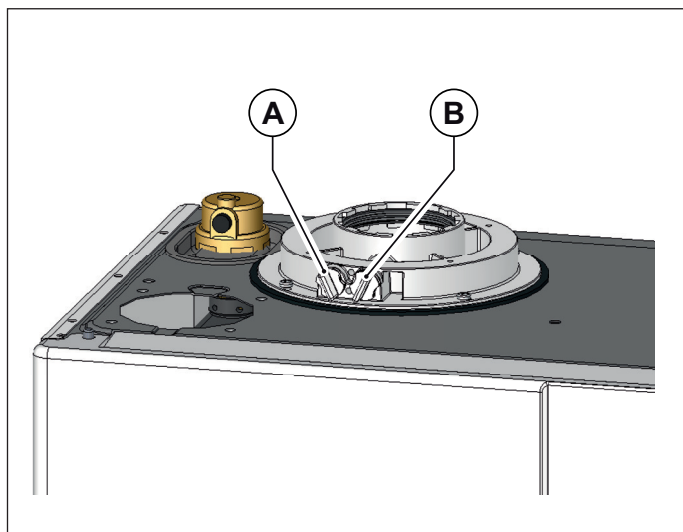
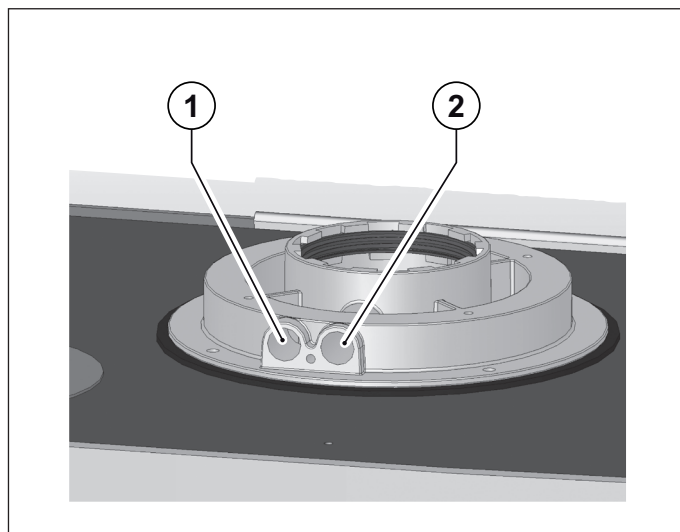

Fig. 20 Poziția bușoanelor
Fig. 21 Poziția orificiilor
Centrala termică este prevăzută cu un turn pentru racordarea conductelor de aspirație aer/evacuare gaze arse (vezi Fig. 20 Poziția bușoanelor și Fig. 21 Poziția orificiilor).
În turn au fost prevăzute orificii pentru accesul direct al aerului de combustie și pentru evacuarea gazelor arse (vezi Fig. 20 Poziția bușoanelor).
Înainte de a efectua măsurătorile înlăturați bușoanele **A** și **B** din orificiile prevăzute pe turn (vezi Fig. 20 Poziția bușoanelor).
- măsurarea aerului de combustie preluat din orificiul **1** (vezi Fig. 21 Poziția orificiilor).
- măsurarea temperaturii gazelor arse și a CO2 prelevat din orificiul **2** (vezi Fig. 21 Poziția orificiilor).